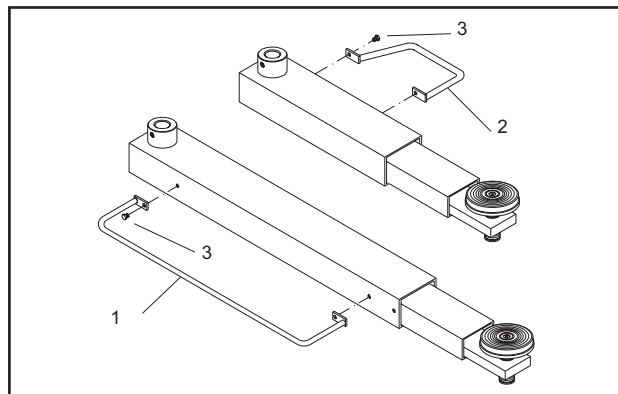

Fig.45
9 - Montare sui bracci i parapiedi di sicurezza (1 e 2, Fig.45), usando le viti TE M10x10 e le relative rondelle (3).
9 - Mount the foot guards on the arms (1 and 2, Fig.45), using the screws TE M10x10 and the relative washers (3).